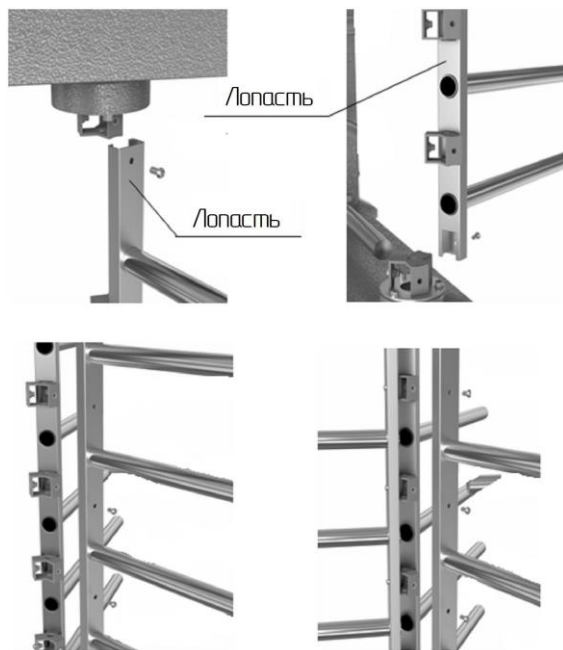

Рис. 6 Сборка центральной стойки
- установите на посадочные плоскости фланцев лопасть с внутренними кронштейнами (рис. 6) и закрепите винтами M8 (не затягивая их), положение "верх" на лопасти указано маркировкой;